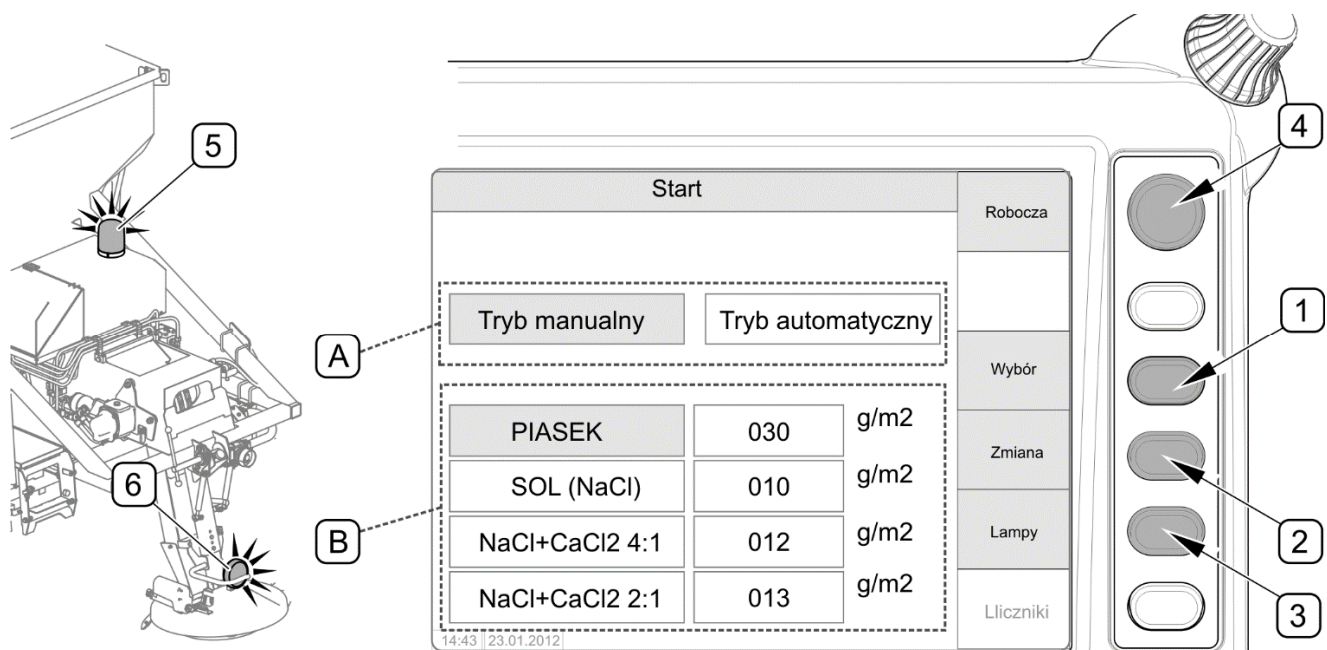

РИСУНОК 4.27 Включение отдельных функций на стартовой странице пульта
При помощи кнопки (1) "Выбор" на стартовой странице "СТАРТ" пульта управления (РИСУНОК 4.27) выбрать поле (A) выбора режима. Кнопкой (2) "Изменение" выбрать "Мануальный режим". При помощи кнопки (1) "Выбор" перейти к полю (B) и выбрать вид материала для разбрасывания. Кнопкой "Изменение" выбрать вид материала для разбрасывания, который на данный момент находится в бункере. При помощи кнопки (3) включить проблесковый маячок (5) сзади машины (6) около разбрасывающего диска. При помощи кнопки (4) перейти к рабочей странице "РАБОТА"